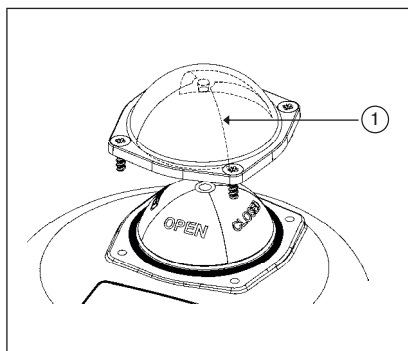

Figure 8 : Démontage du hublot plastique
- Retirez le hublot de plastique de l'indicateur de position 1, y compris la bague d'étanchéité, en desserrant les quatre vis de fixation (voir « Figure 8 »).